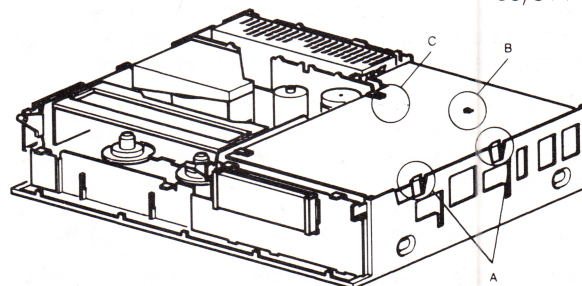

Fig. 2-7
- Ontgrendel de klikconstructies A en B (zie fig. 2-7) en plaats P933 in service positie.